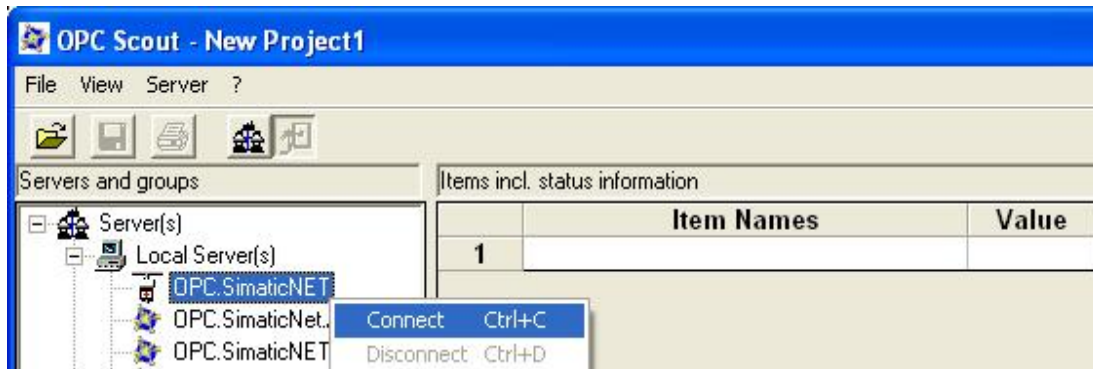

Figura 6.23: OPC Scout.
- Passo 1: Na coluna da esquerda desse programa encontram-se listados os servidores e grupos reconhecidos pelo cliente OPC. Clique com o botão direito do mouse no servidor *OPC.SimaticNET* que corresponde a um servidor OPC DA, e em seguida selecione a opção *Connect* (ver figura 6.23).